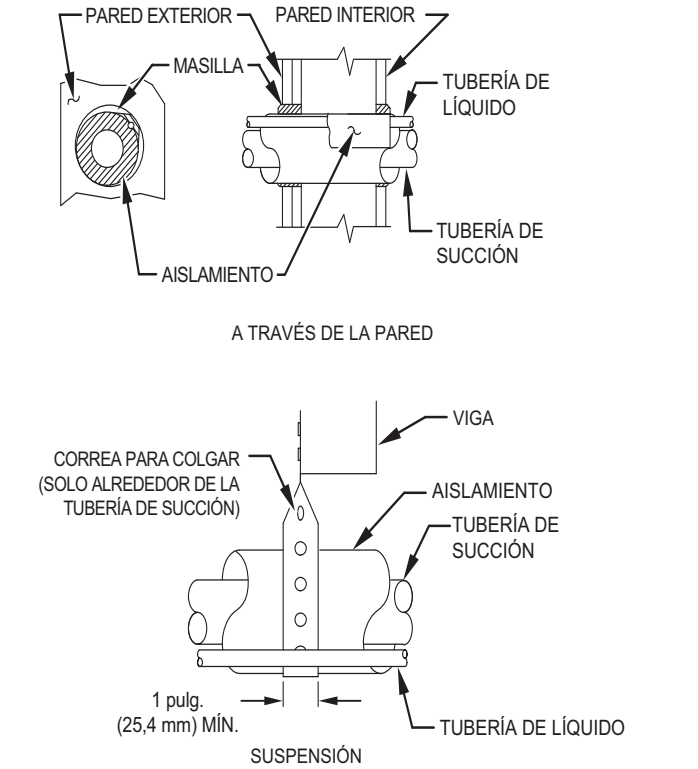

Fig. 1 – Instalación de la tubería de conexión
- 6. Al tender los tubos de refrigerante a través de la pared, selle la abertura con RTV u otro tipo de masilla de silicona flexible (consulte la Fig. 1).
- 8. No suspenda las tuberías de refrigerante en vigas ni travesaños con un cable o correa rígidos, en contacto directo con las tuberías (consulte la Fig. 1).
- 10. Si es necesario, use correas para colgar, que son de 1 pulgada de ancho y se adaptan a la forma del aislamiento de la tubería. (Consulte la Fig. 1).